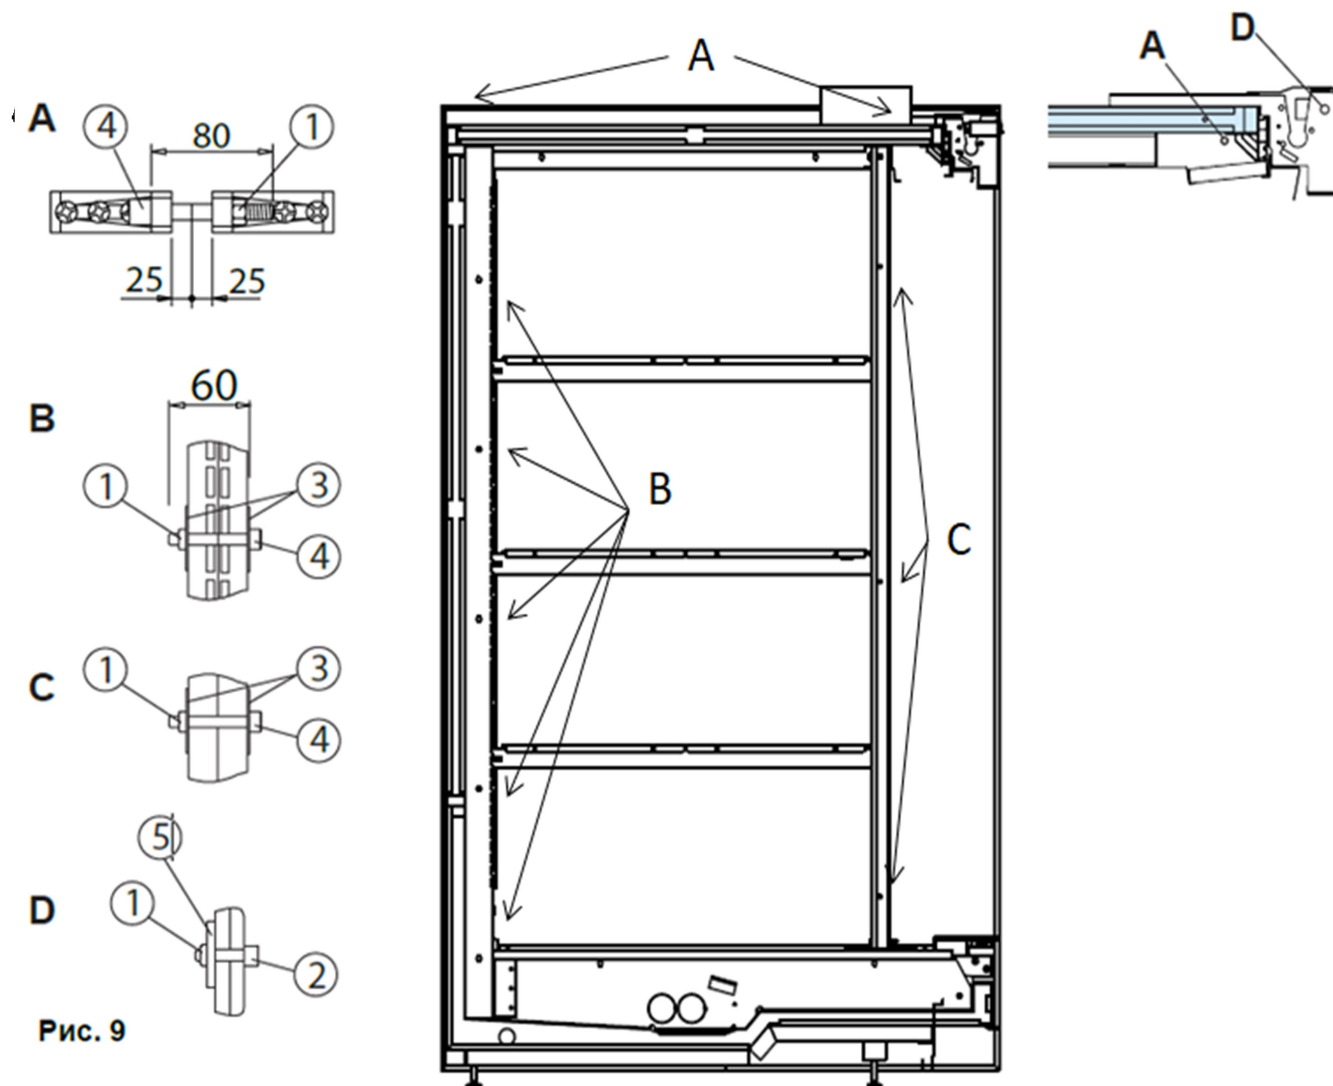

Рис. 9
12. Соединение витрин в канал. (Рис.9)